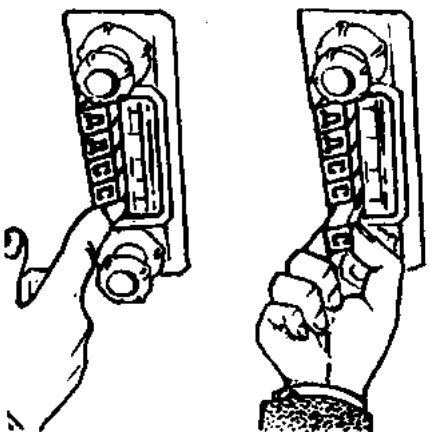

Рис. 94. Фиксированная настройка приемника.
- 3) потяните кнопку соответствующего диапазона на себя и плавно нажмите до отказа (рис. 94).